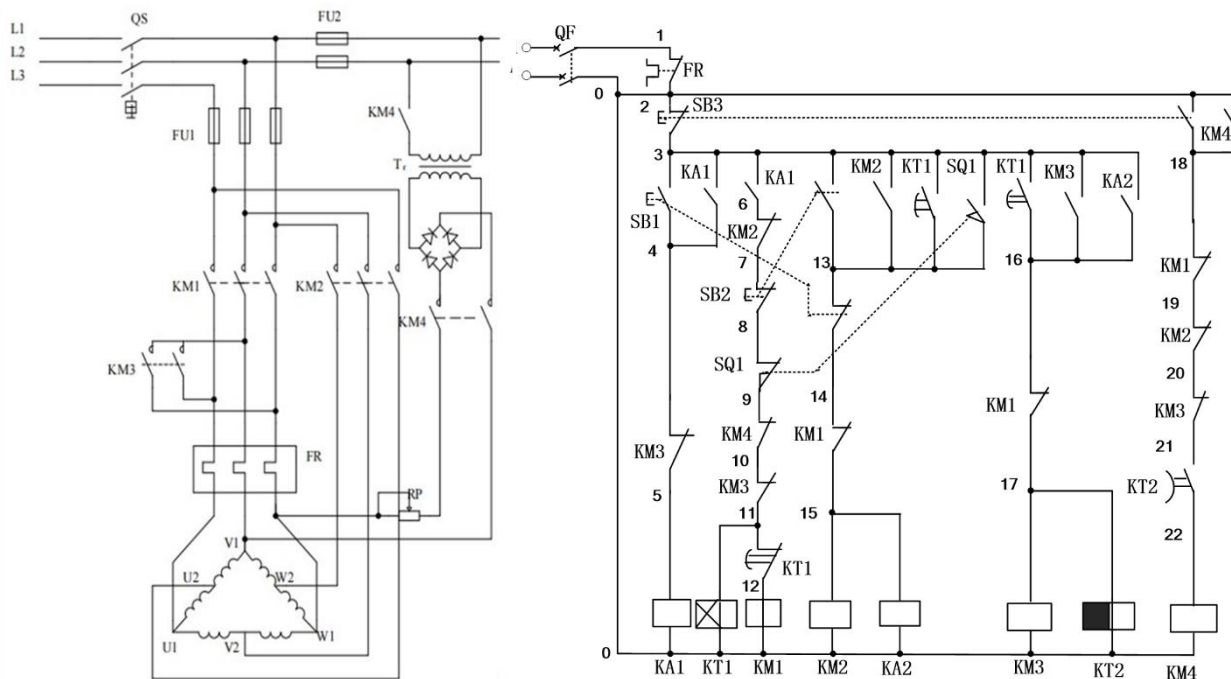

图 4-A2
**A2.控制电路线路原理图如图 4-A2 所示,根据原理图完成以下项目。(50分)**